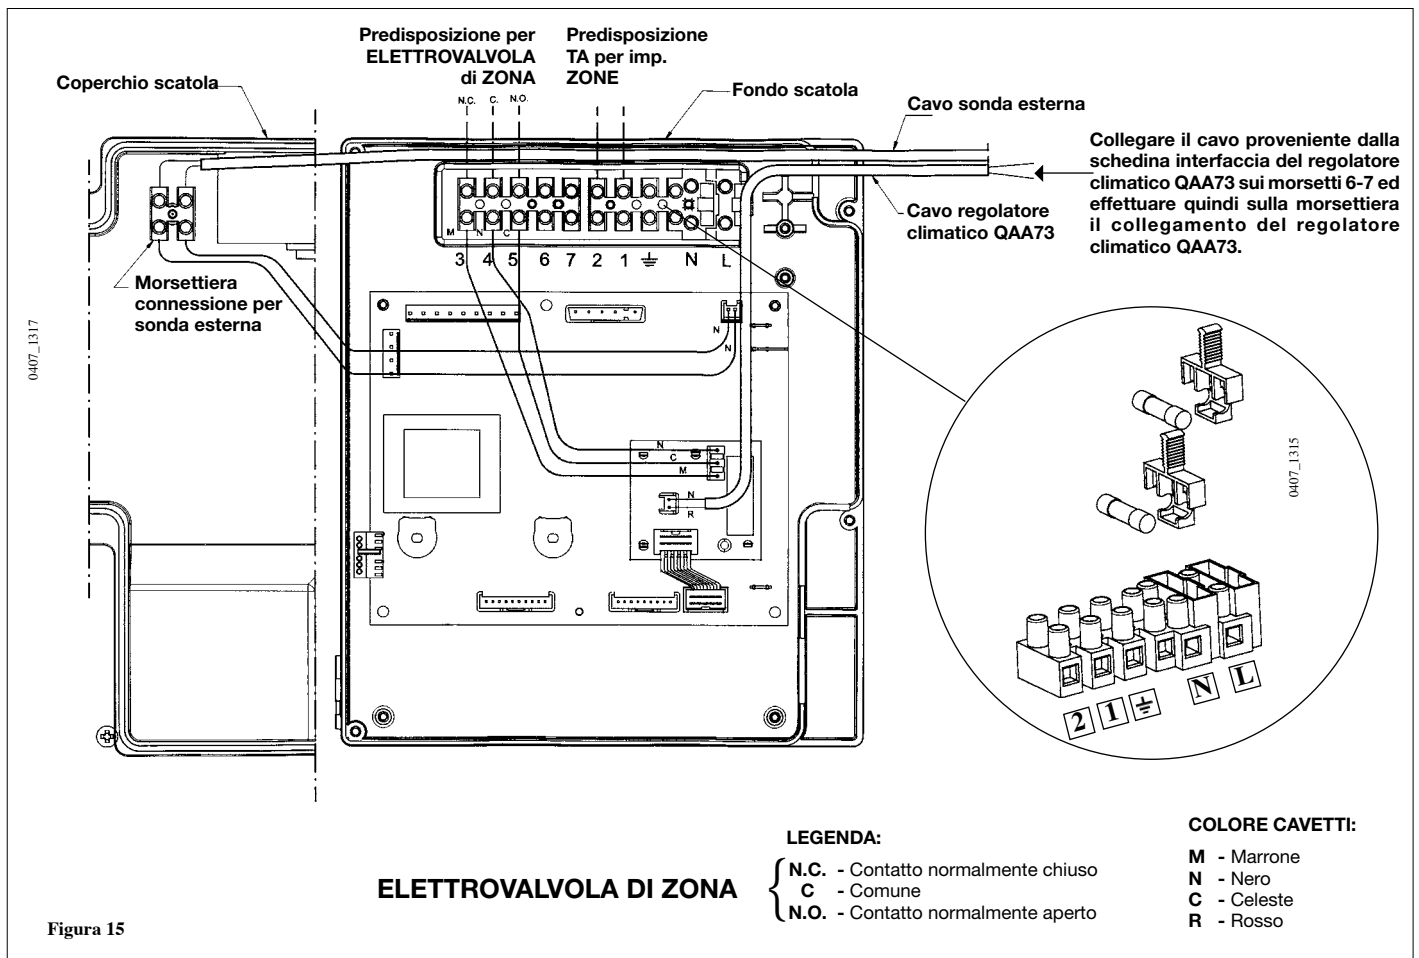

Figura 15
20.3. Descrizione dei collegamenti elettrici alla caldaia (figura 15)
La sonda esterna SIEMENS modello QAC34 (accessorio a richiesta), deve essere collegata come evidenziato nella figura 15.